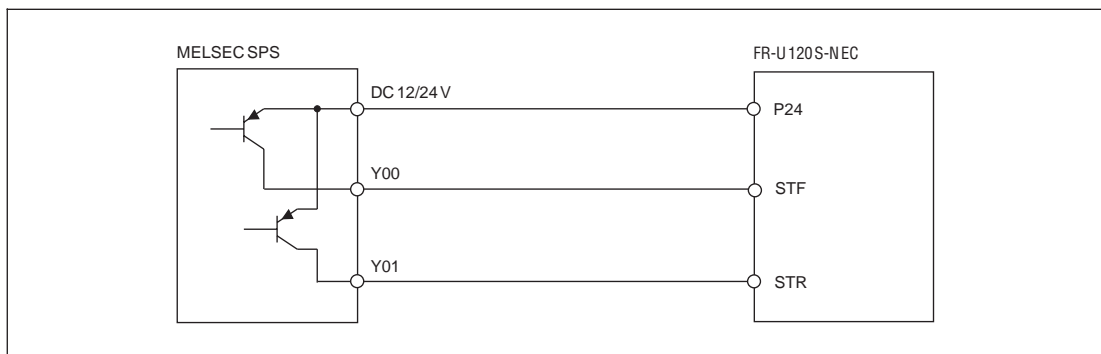

Abb. 3-8 Ansteuerung über einen Transistorausgang einer SPS
- Sämtliche Eingangssignale mit Ausnahme der Anschlüsse zur Sollwert-Signalvorgabe (Klemmen 2 und 10) dürfen zur Ansteuerung über Transistoren benutzt werden (siehe auch Anschlußdiagramm in Abb. 3-8).